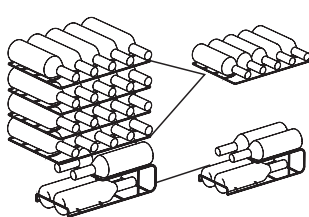
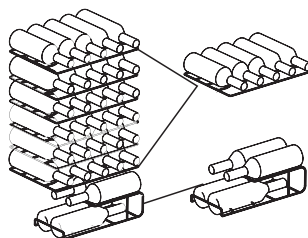

Fig. 2
Fig. 3
- La capacidad de almacenamiento de botellas de la nevera para vinos (MDRW111FGG mostrado en la Fig.2, MDRW150FGG mostrado en la Fig.3) se basa en los siguientes tamaños (Figura 1). Las botellas de gran tamaño pueden tener impacto en la capacidad de almacenamiento de la nevera.
- Para el modelo MDRW111FGG: El volumen máximo de botellas recomendado es de 24 botellas, como Fig.2
- Para el modelo MDRW150FGG: El volumen máximo de botellas recomendado es de 34 botellas, como Fig.3